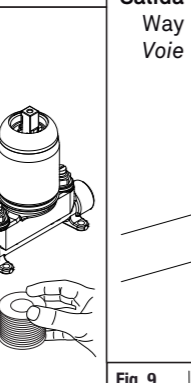

Fig. 9
- 5) Atornillar la válvula a la pared (Fig. 9).
- 5) Screw the valve to the wall (Fig. 9).
- 5) Vissez la vanne au mur (Fig. 9).